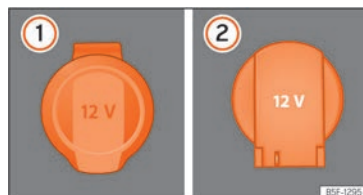

Fig. 134 Prise de courant de 12 volts : ① sur l'accoudoir avant, ② dans le coffre.
- Levez le cache de la prise de courant »» fig. 134 ①.
- Levez le cache de la prise de courant »» fig. 134 ②.